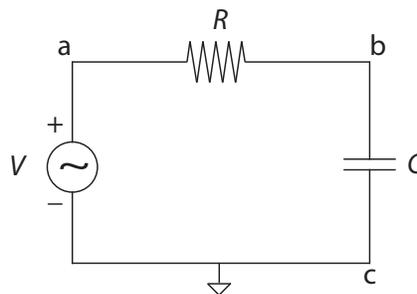

Figura 1: Circuito RC.
- Arme el circuito de la figura 1 con $R = 1 \text{ k}\Omega$, $C = 10\,000 \text{ pF}$.